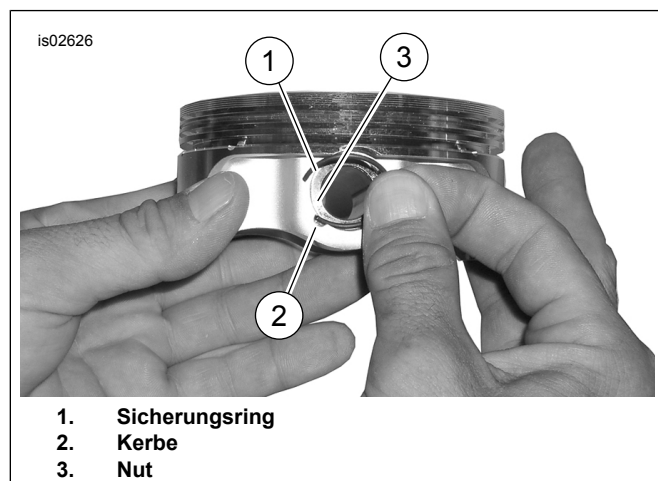

Abbildung 3. Sicherungsring und Kolben
1. Siehe Abbildung 3 >. Das offene Ende des Sicherungsrings (1) in die Kerbe (2) der umlaufenden Nut (3) des Kolbenbolzenvorsprungs so einsetzen, dass sich die Öffnung beim Einbau entweder in der 12-Uhr-Position oder 6-Uhr-Position befindet.